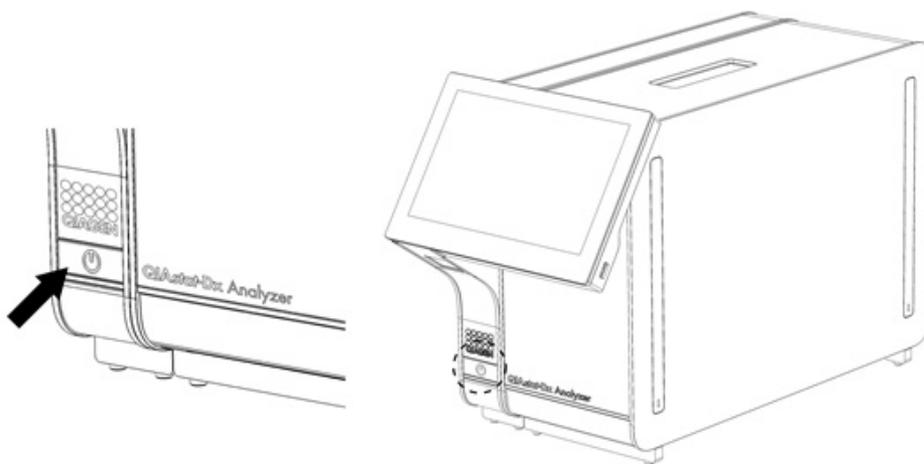

Abbildung 22 Drücken der Ein/Aus-Taste, um das Gerät zu starten.
1. Drücken Sie die Ein/Aus-Taste an der Vorderseite des QIAstat-Dx Analyzer 1.0, um das Gerät zu starten (Abbildung 22).